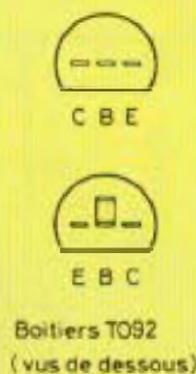

Fig. 10
9. Pas de problème particulier, il suffit de se reporter à la nomenclature des composants pour connaître la valeur nominale de chacun d'eux. Cependant, attention, un point important à souligner. Suivant la marque des transistors 2N 3904 et 2N 3906, le brochage n'est pas le même (voir figure 10), bien que les boîtiers soient tous les deux des TO92. Cette différence de brochage existe par exemple entre les transistors Motorola et les National Semiconductor.